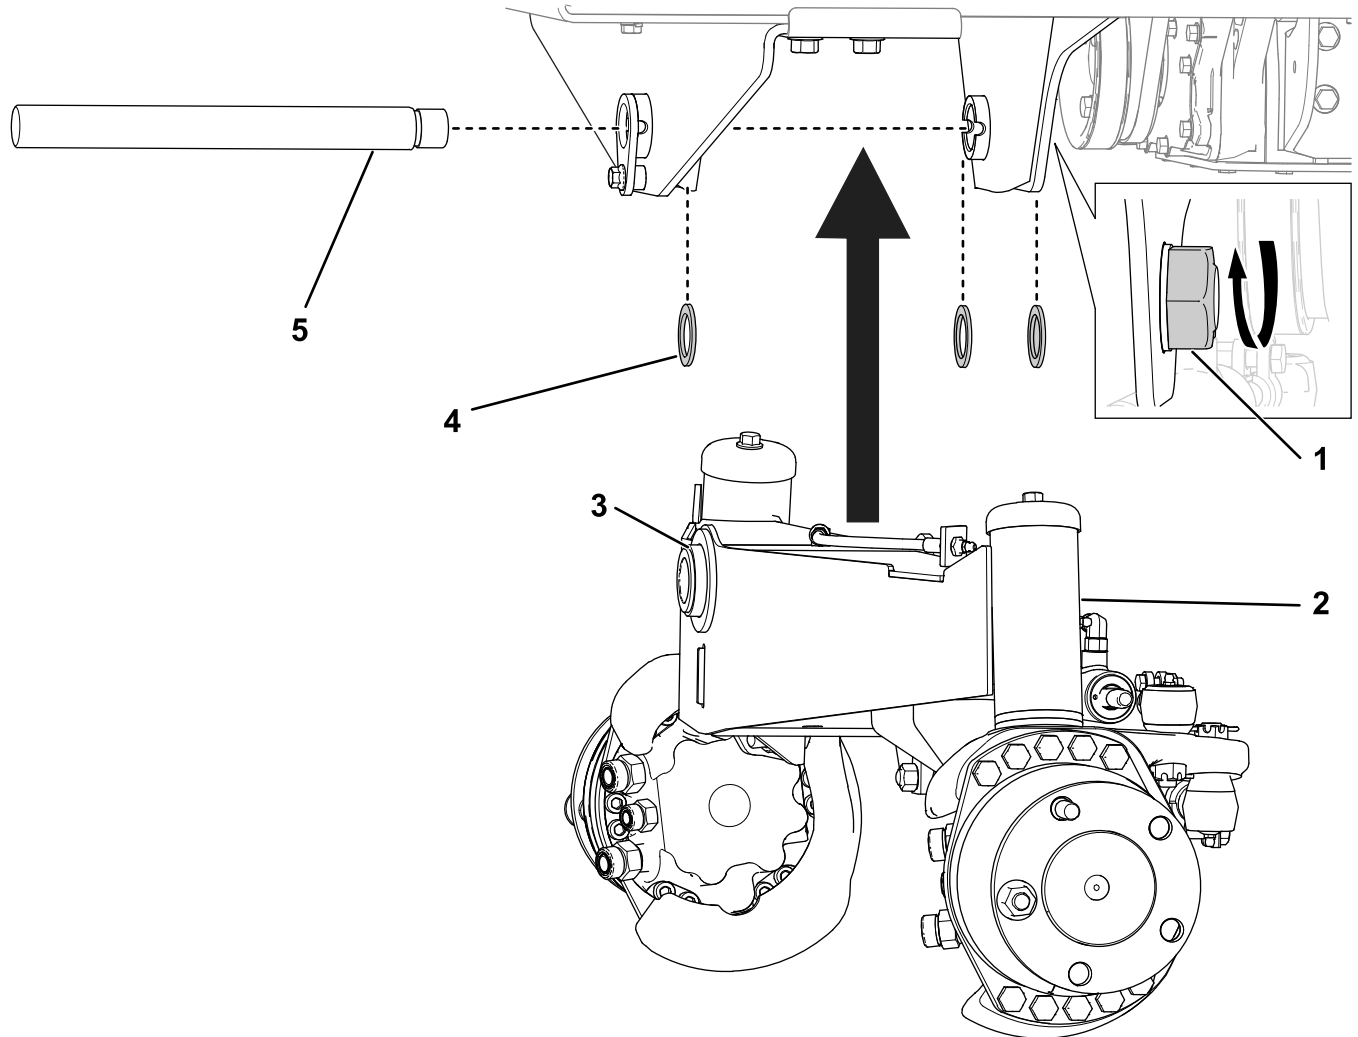

Figura 16
1. Posicione el conjunto del eje trasero junto al bastidor. Eleve el conjunto del eje hasta el bastidor y deslice el eje de giro a través del bastidor, el eje y las 3 arandelas de empuje (**Figura 16**).
2. Fije la contratuerca al eje de giro para eliminar cualquier movimiento axial (de la parte delantera a la trasera) del eje trasero. Asegúrese de que el eje pueda seguir girando libremente una vez que se aprieta la contratuerca (**Figura 16**).